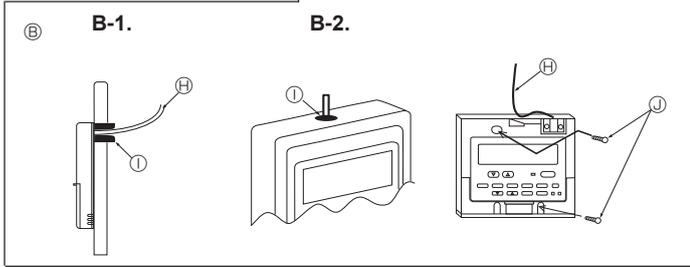

Fig. 6-3
(2) Çiğ damlaları, su, hamamböceği ve kurtçuk girişini önlemek için uzaktan kumandanın bakım girişini macunlayın. (Fig. 6-3)
#### [Fig.6-3]